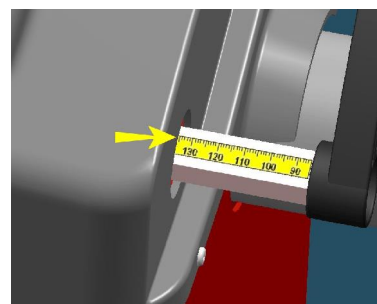

FIG. 13
Inserire la misura della distanza (IN) (Fig. 13).